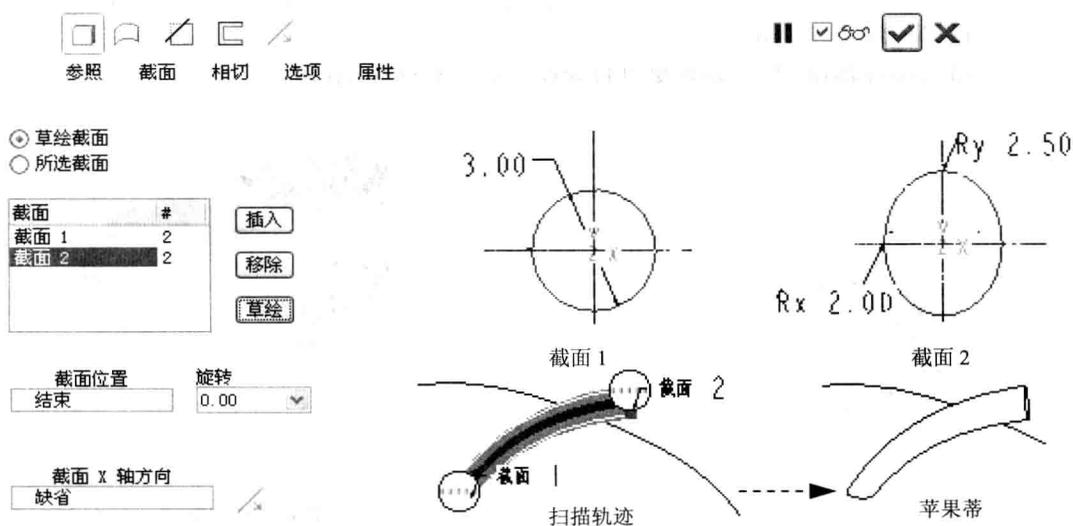

图 1-6 扫描混合创建苹果蒂
(4) 扫描混合 (  ) 创建苹果蒂，如图 1-6 所示。